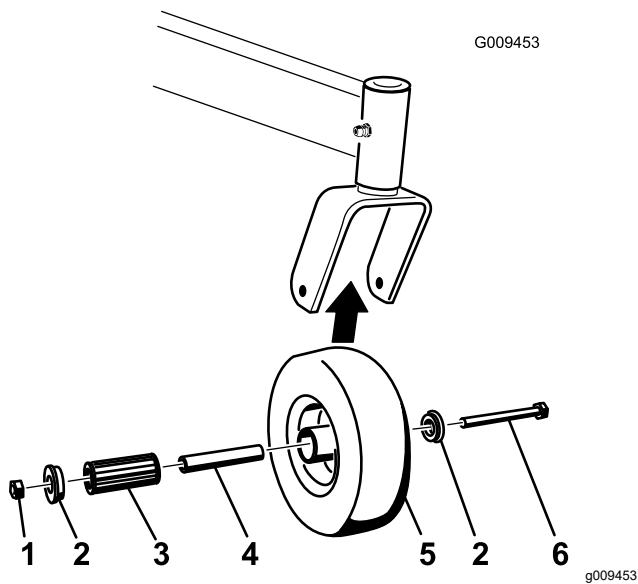

Bild 48
1. Entfernen Sie die Sicherungsmutter und die Radschraube, mit denen das Laufrad an der Laufradgabel befestigt ist (Bild 48).
2. Entfernen Sie eine Buchse und ziehen Sie dann die Spannbuchse sowie das Rollenlager aus der Radnabe (Bild 48).
3. Entfernen Sie die andere Buchse aus der Radnabe und entfernen Sie Fett- und Schmutzrückstände von der Nabe (Bild 48).
Hinweis: Tauschen Sie abgenutzte und beschädigte Teile aus (Bild 48).
5. Stecken Sie eine Buchse in die Radnabe (Bild 48).
6. Fetten Sie das Rollenlager und die Vierkantbuchse ein und schieben beide in die Radnabe (Bild 48).
7. Stecken Sie die zweite Buchse in die Radnabe (Bild 48).
8. Bringen Sie das Laufrad in der Laufradgabel an und befestigen Sie es mit der Radschraube und Sicherungsmutter (Bild 48).
9. Ziehen Sie die Sicherungsmutter so weit fest, dass die Vierkantbuchse auf die Innenseite der Laufradgabeln trifft (Bild 48).